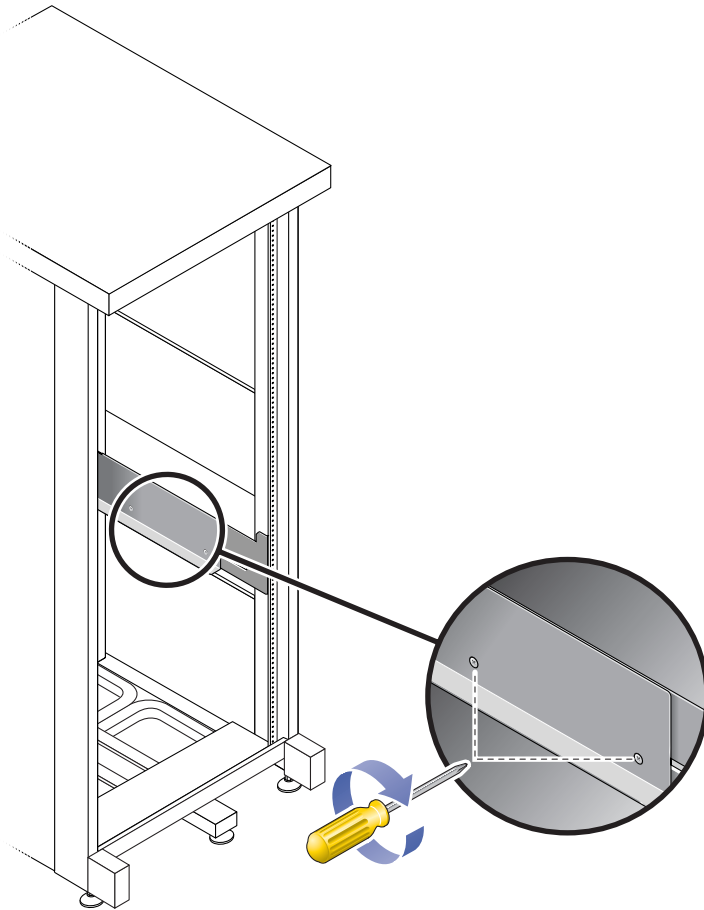

FIGURE 2-10 Serrage des vis de réglage des rails
2. Utilisez le tournevis cruciforme n° 2 afin de serrer les vis de réglage à l'arrière de chaque rail (voir FIGURE 2-10).